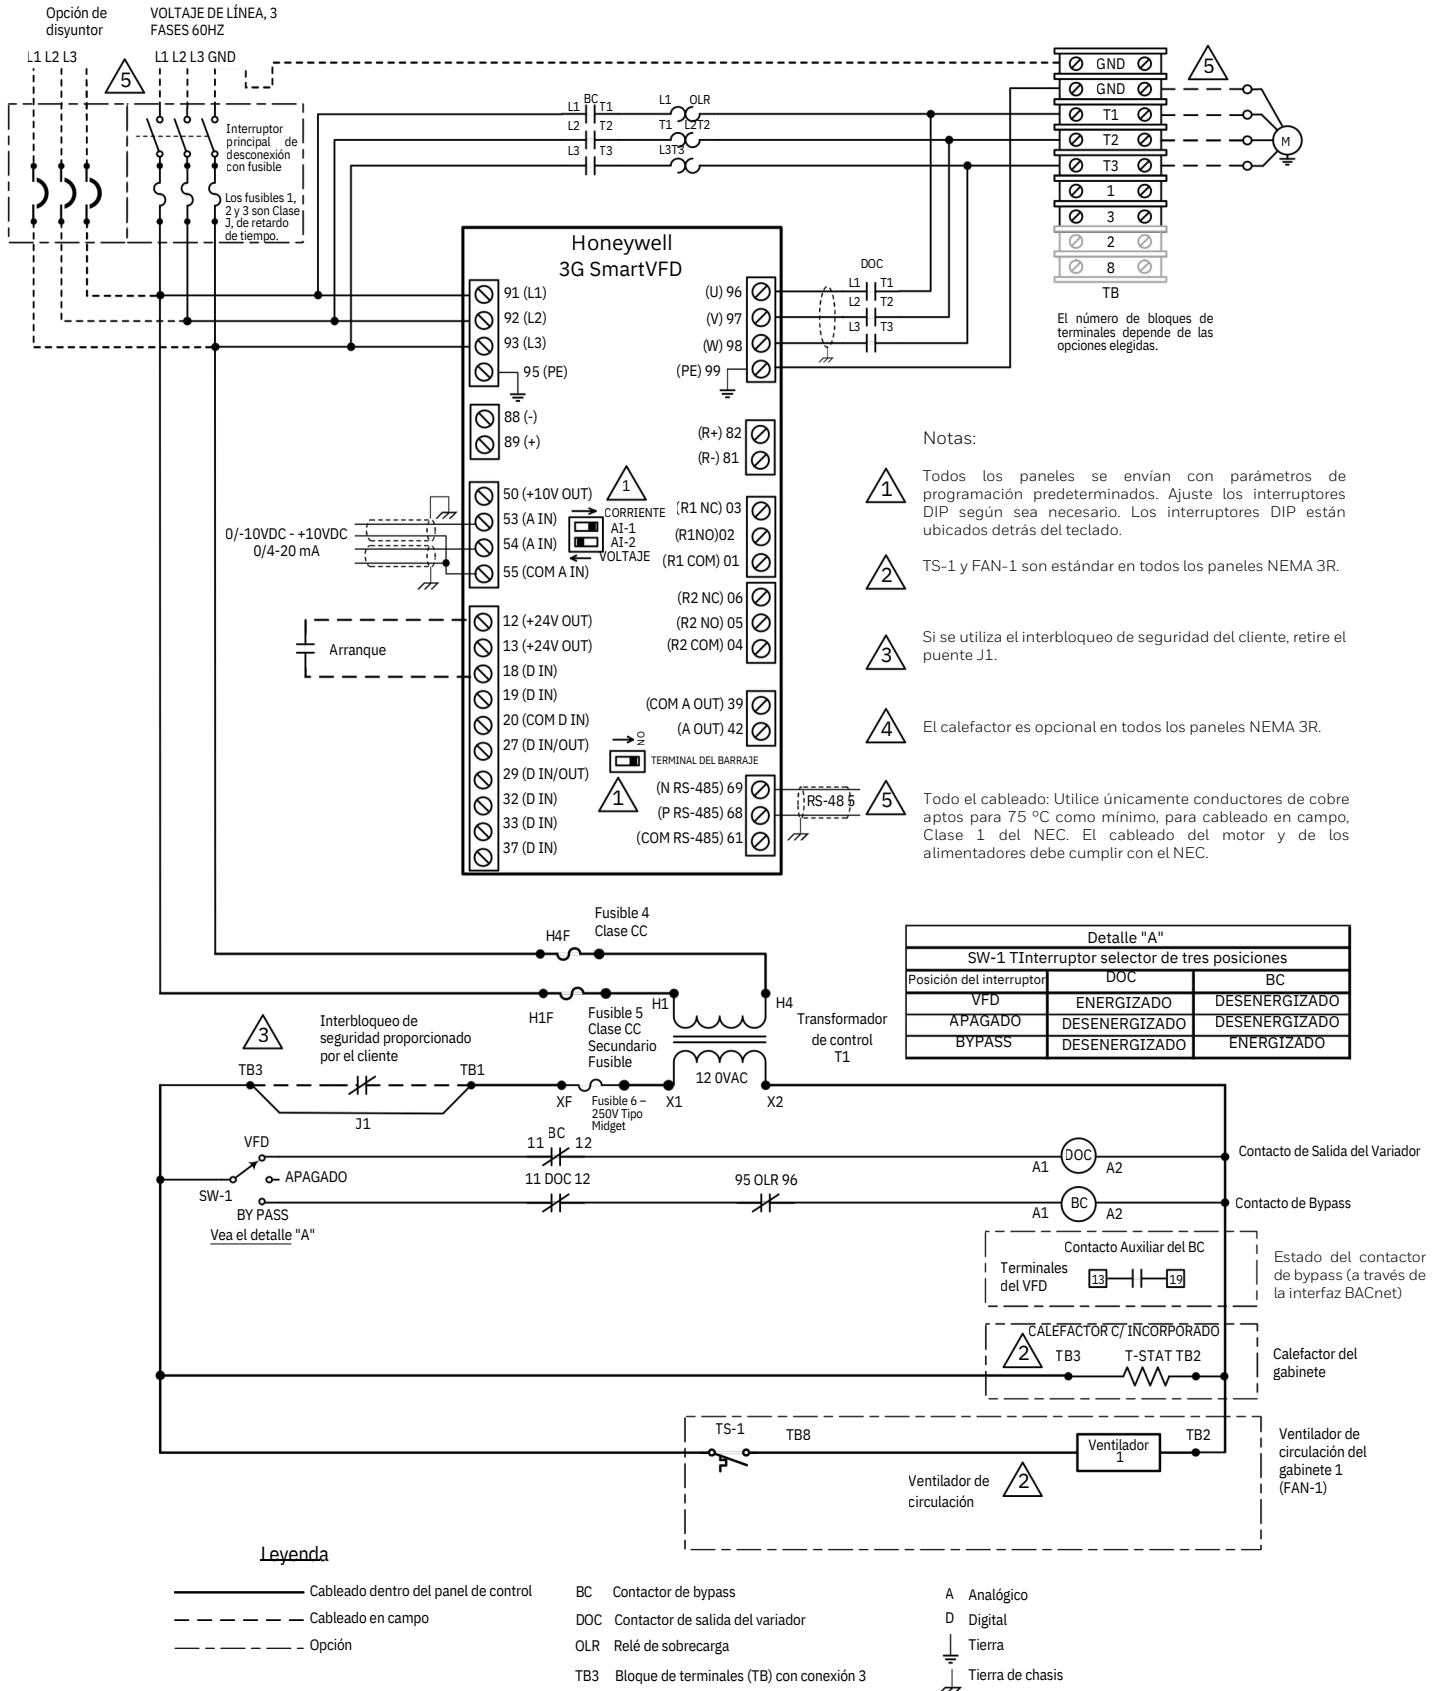

Fig. 1.0, Diagrama de cableado de 2 contactores
- c. **El VFD opera en sentido inverso y BYPASS opera hacia adelante.** (Si el motor gira hacia atrás en modo VFD y hacia adelante en modo Bypass, puede haber un problema con el cableado interno de fábrica). Apague la alimentación, bloquee la fuente de energía y verifique el voltaje entrante en el cableado de alimentación en los terminales de línea "L1", "L2", "L3". Una vez establecido que la alimentación está desconectada, abra la tapa del VFD y localice los terminales "91" (L1) y "92" (L2) en el variador. Intercambie los conductores en los terminales "91" (L1) y "B2" (L2). (Consulte la Fig. 1.0, Diagrama de cableado de 2 contactores). Vuelva a energizar la alimentación y verifique nuevamente la rotación. Verifique que la rotación del motor en modo VFD sea hacia adelante. Una vez verificado, cambie a modo BYPASS y confirme que la rotación en BYPASS sea hacia adelante. Confirmada la rotación correcta en ambos modos, continúe con la puesta en marcha del variador y la configuración según sea necesario. Si los problemas persisten, comuníquese con el personal de fábrica de J&L para soporte técnico.
- d. **El VFD opera hacia adelante y BYPASS opera en sentido inverso.** (Si el motor gira hacia adelante en modo VFD y hacia atrás en modo Bypass, puede haber un problema con el cableado interno de fábrica). Apague la alimentación, bloquee la fuente de energía y verifique el voltaje entrante en el cableado de alimentación en los terminales de línea "L1", "L2", "L3". Una vez establecido que la alimentación está desconectada, localice el relé de sobrecarga dentro del gabinete de bypass. Identifique los terminales "T1" y "T2" del relé de sobrecarga e intercambie los conductores en "T1" y "T2". (Consulte la Fig. 1.0, Diagrama de cableado de 2 contactores). Vuelva a energizar la alimentación y verifique nuevamente la rotación. Verifique que la rotación del motor en modo VFD sea hacia adelante. Una vez verificado, cambie a modo BYPASS y confirme que la rotación en BYPASS sea hacia adelante. Confirmada la rotación correcta en ambos modos, continúe con la puesta en marcha del variador y la configuración según sea necesario. Si los problemas persisten, comuníquese con el personal de fábrica de J&L para soporte técnico.